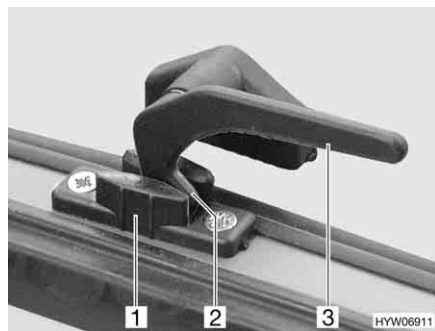

Bild 47 Verriegelungshebel in Stellung "Dauerbelüftung"
- in Stellung "Dauerbelüftung" (Bild 47)
- Den Verriegelungshebel (Bild 47,3) eine viertel Umdrehung zur Fenstermitte hin drehen.
- Den Verriegelungshebel wieder zurückdrehen. Die Verriegelungsnase (Bild 47,2) dabei in die Aussparung der Fensterverriegelung (Bild 47,1) einfahren.